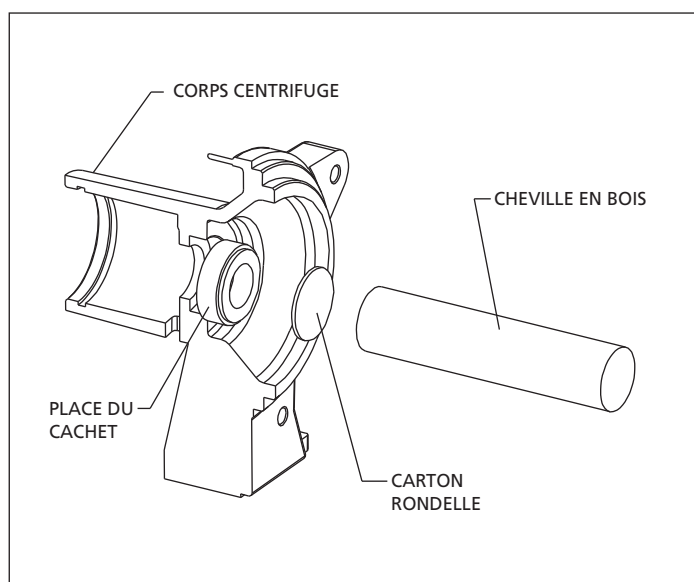

Figure 6 - Assemblée de la Place du Cachet
3. mouiller la portion de caoutchouc de la nouvelle place de cachet (la partie de Ref. No 5) avec un revêtement léger d'eau savonneuse. En portant des gants ou l'utilisation propre un propre éger chiffon, appuyer la place de cachet directement dans le replis de corps (Ref. No.4) Utiliser la rondelle de carton ( fourni d'ordinaire avec le nouveau cachet) placer sur la surface en céramique polie et utilise un morceau de tringle de tuyau ou cheville pour appuyer dedans fermement mais doucement (Voit la figure 6). Eviter le grattement du face en céramique, d'ordinaire blanche.